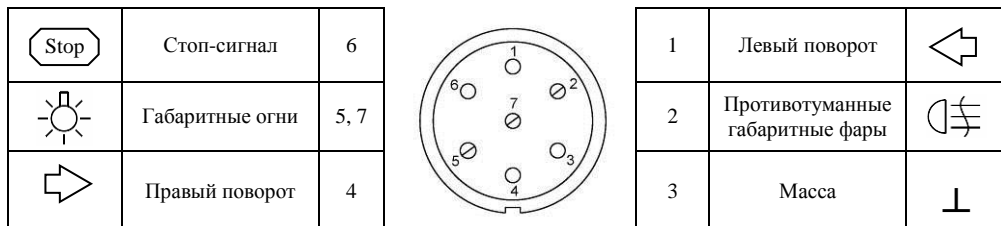

Рис.3. Схема подключения электрооборудования
- подключить провода от клемм розетки к бортовой сети автомобиля в соответствии со схемой Рис.3 с помощью разветвителей проводов;